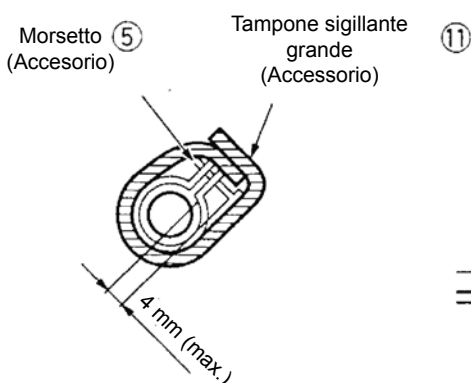

Fig.3
- Fissare la staffa di sospensione al rispettivo bullone (Fig. 3). **AVVERTENZA**